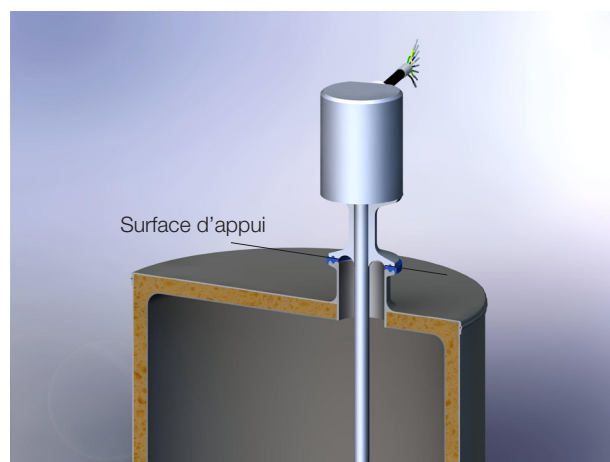

Fig. 4-5 : Montage du BTL
2. Poser le capteur de déplacement sur la surface de réception de manière à couvrir le joint, afin de garantir une étanchéité parfaite (voir figure 4-5).